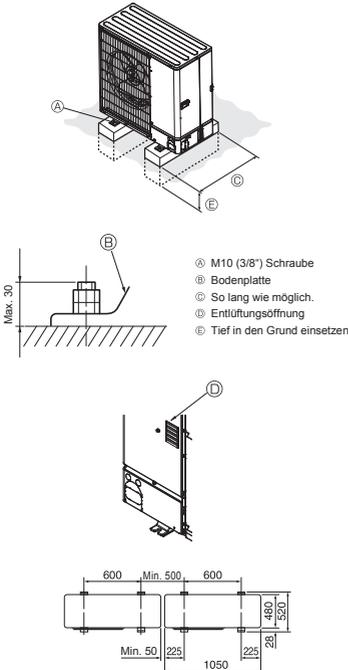

Fig. 3-1
- Die Anlage immer auf fester, ebener Oberfl\u00e4che aufstellen, um Ratterger\u00e4usche beim Betrieb zu vermeiden. (Fig. 3-1)